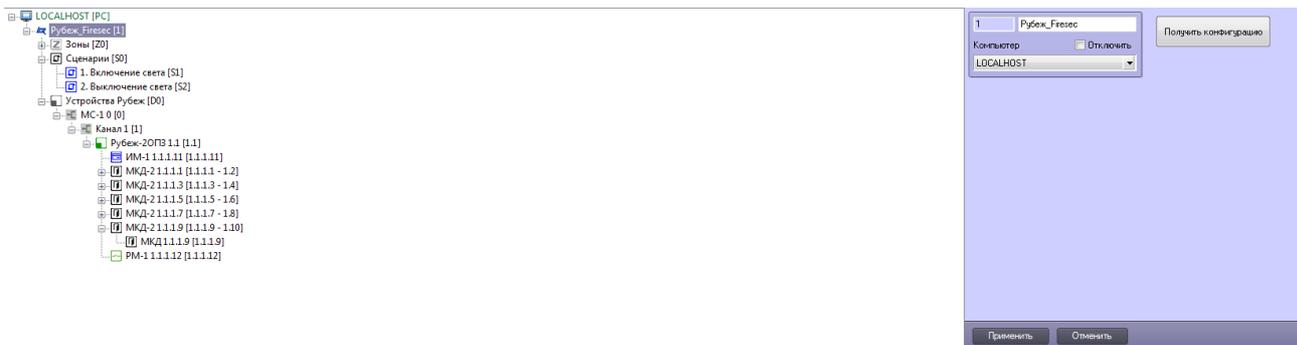

Рисунок 30.4
5) Нажать кнопку **Получить конфигурацию**, чтобы загрузить конфигурацию с сервера FireSec и построить дерево объектов (Рисунок 30.3). После этого все устройства, зоны и сценарии будут интегрированы в ПК «Интеллект», с них будут приходить события (Рисунок 30.4), также они доступны для управления.